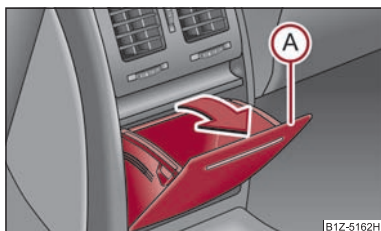

Fig. 77 Consolle centrale posteriore: scomparto portaoggetti
- Lo scomparto si apre tirando il bordo superiore (A) in direzione della freccia ⇒ fig. 77.